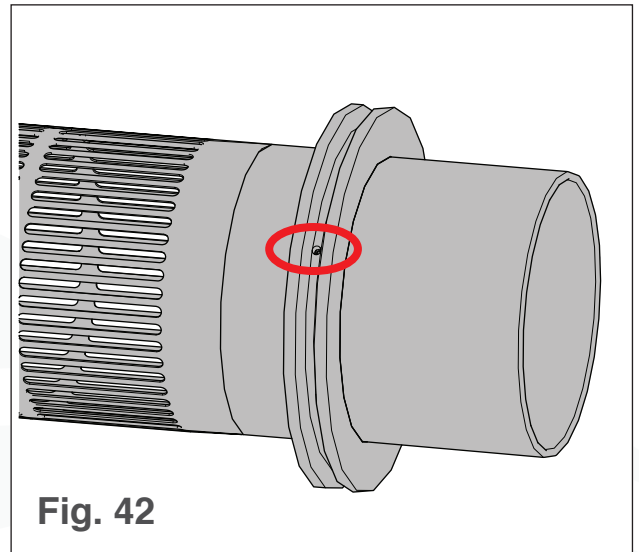

Fig. 42
4. Assurez-vous que les vis de réglage sur la partie la plus large du tambour sont à l'intérieur des rainures (voir Fig. 42).